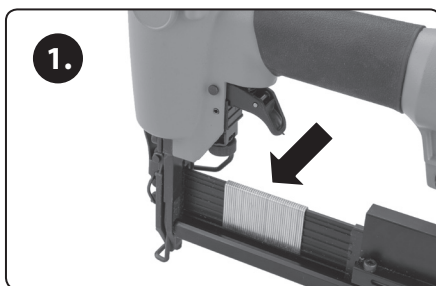

Abb. 3
EINSETZEN DER KLAMMERN (ABB. 3)
2. Setzen Sie den Klammerstreifen auf den mittleren Teil des Magazins (Abb. 3, Schritt 1) ein und schieben Sie ihn dann ganz nach vorne, sodass die Vorderseite des Klammerstreifens vorne im Eintreibkopf des Gerätes eingeführt wird (Abb. 3, Schritt 2).